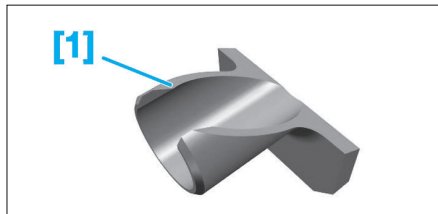

Fig. 16
- [1]. Outil de désaccouplement de la liaison rotule pédalier/servofrein (réf : 0818) (Fig.16).